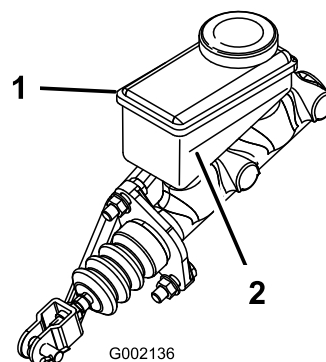

Figura 14
- B. Añada líquido de frenos DOT 3 al depósito hasta que el nivel esté por encima de la línea Mínimo (Figura 14).
5. Instale el tapón de goma encima del salpicadero (Figura 14).
3. Mire el nivel de aceite en el lateral del depósito (Figura 14).